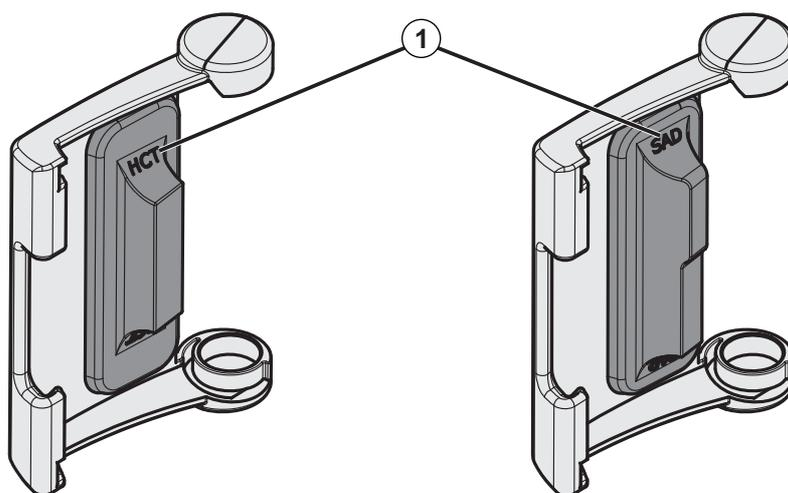

Fig. 7-20 Marcação na tampa do sensor HCT e SAD
Ao recolocar as tampas do sensor SAD e HCT após a limpeza, certifique-se de que as tampas não estão trocadas! As tampas são marcadas com *SAD* e *HCT* na parte traseira (consulte Fig. 7-20, ①).